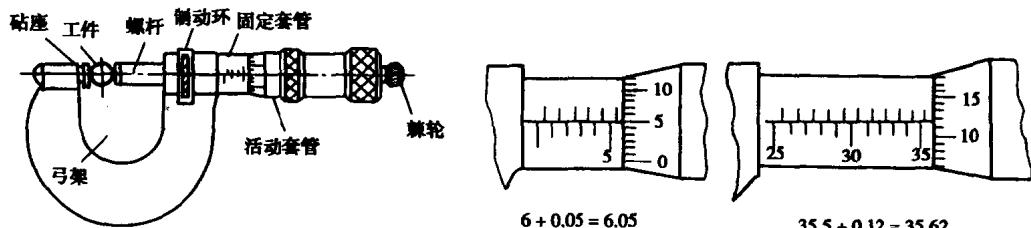

图 0-3 千分尺及读数
(7) 千分尺 有内径千分尺和外径千分尺两种,分别测量零件的内径和外径。常用的千分尺有 0 ~ 25mm、25 ~ 50mm、50 ~ 75mm、75 ~ 100mm、100 ~ 125mm 等几种,其精度可达 0.01mm。使用千分尺前应检查有无误差,检查方法是旋转棘轮,当两个砧端靠拢时(此时棘轮发出“咔咔”的声响),活动套管的前端应与固定套管的“0”线对齐,同时活动套的“0”线还应与固定套管的基线对齐,如有误差,就需进行调整。测量时,千分尺螺杆轴线应与工件中心线垂直或平行,不能歪斜;砧端应清洁,接触工件表面时,棘轮发出咔咔的响声,这时的读数就是工件的尺寸(如图 0-3 所示)。千分尺使用后应擦拭干净,保持清洁,并涂以凡士林装盒保存。